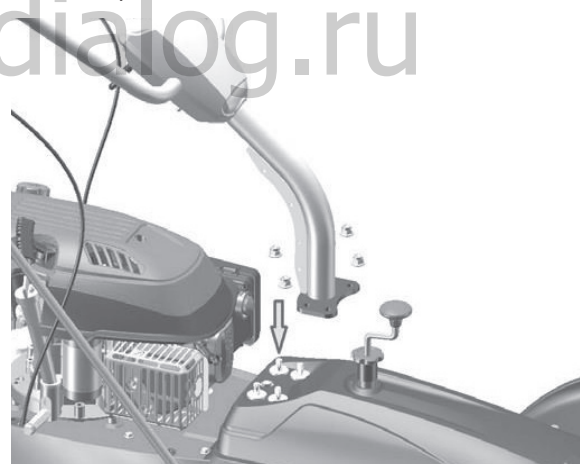

Рис. 4
1. **Установка рукоятки.** Установите рукоятку на площадку установки и закрепите гайками (Рис.4).
2. **Установка рукоятки поворота щетки.** Закрепите рычаг гайкой с пружиной и шайбой и установите рычаг в держатель (Рис.4).